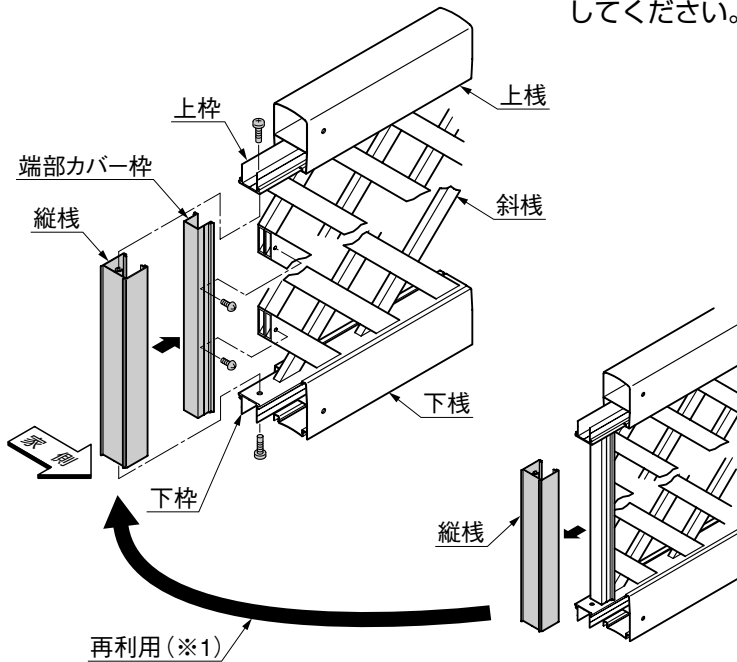

図3-3 切詰めた余りの本体
- ① 上・下棧、上・下枠を、切詰めの長さ分切断してください。
- ② 切詰めた本体の横棧の切断および、上・下棧の孔加工を行なってください。(「1.本体の切断」、「2.本体の孔加工」参照)
- ③ 切詰めた余りの本体から、縦棧を外してください。(図3-3参照) 縦棧と縦棧取付ネジは再利用してください。(※1)
- ④ 以降の取付手順は、「3-3 シャレオR11型の場合」と同様に行なってください。